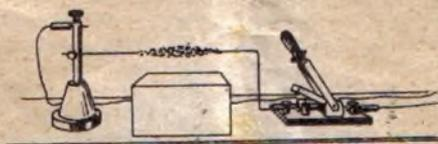

Abb. 1
1. Versuch: Wie in Bild 1 ersichtlich, werden feine Eisenfeilspäne dicht